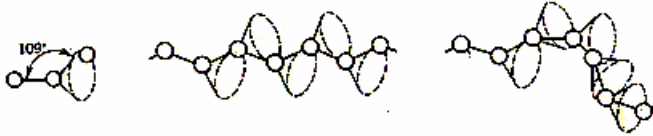
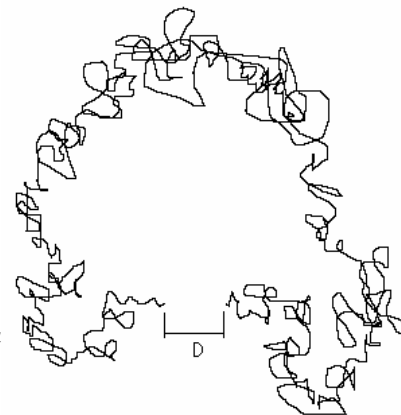

figura 3 – forma molecular: ângulos entre ligações
figura 4 – forma molecular: emaranhamento da macromolécula
do um novo monômero deve se ligar a uma extremidade da cadeia, ele pode ocupar qualquer posição da base de um cone imaginário cuja geratriz respeite tal ângulo (figura 3). Com isso, a macromolécula se torna não uma linha reta, mas sim um zig-zag que pode se curvar e inclinar tridimensionalmente, formando uma estrutura emaranhada como a da figura 4. O comprimento da cadeia é muito maior do que a distância (D) entre suas extremidades.